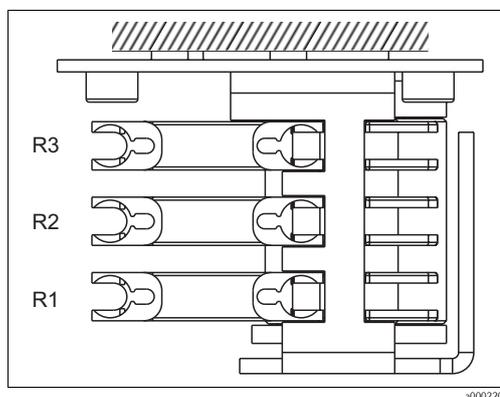

Fig. 14 : Pompe à réactifs, vue d'en haut
7. Fixez les cassettes de tuyaux dans les supports de pompe (→ Fig. 14) :